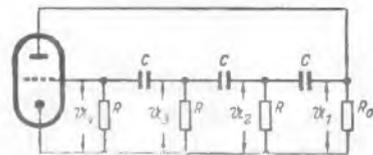
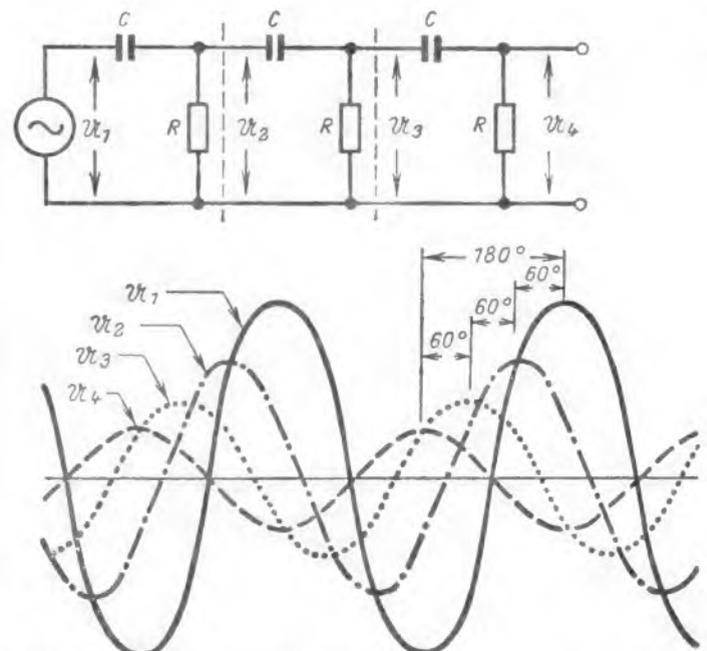

Bild 11. Phasenschiebegerator, Grundschiung
Bild 13. Spannungsverlauf nach Betrag und Phase für ein dreigliedriges Phasennetzwerk
Grundschiung siehe Bild 11. Da in dieser Schaltung keine zweite Röhre vorgesehen ist, die die Phase um 180° dreht, muß durch ein phasendrehendes Netzwerk eine solche notwendige Phasenverschiebung erzeugt werden. Man benützt dazu in Reihe geschaltete RC-Glieder nach Bild 11 oder 12. In einer solchen dreigliedrigen Kette muß also bei untereinander gleichen Gliedern die Phasenverschiebung je Glied = 60° sein. Es läßt sich zwar je Glied eine größere Phasenverschiebung erreichen, aber bei zu großem Spannungsverlust. Deshalb sind mindestens drei Glieder erforderlich. Das Verhältnis zwischen Spannungsabfall und Phasenwinkel läßt sich in den Funktechn. Arbeitsblättern Fi 21, Blatt 2 und 3 ablesen. Bild 13 zeigt den Spannungsverlauf nach Betrag und Phase für eine dreigliedrige Kette.
wendige Phasenverschiebung erzeugt werden. Man benützt dazu in Reihe geschaltete RC-Glieder nach Bild 11 oder 12. In einer solchen dreigliedrigen Kette muß also bei untereinander gleichen Gliedern die Phasenverschiebung je Glied = 60° sein. Es läßt sich zwar je Glied eine größere Phasenverschiebung erreichen, aber bei zu großem Spannungsverlust. Deshalb sind mindestens drei Glieder erforderlich. Das Verhältnis zwischen Spannungsabfall und Phasenwinkel läßt sich in den Funktechn. Arbeitsblättern Fi 21, Blatt 2 und 3 ablesen. Bild 13 zeigt den Spannungsverlauf nach Betrag und Phase für eine dreigliedrige Kette.
Berechnungsansatz (für Schaltung nach Bild 11):
**Frequenzvariation** für die dreigliedrige Kette nach Bild 11